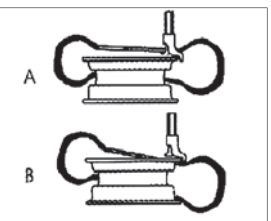
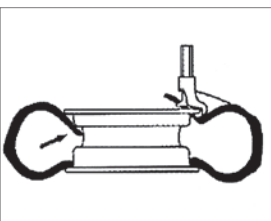
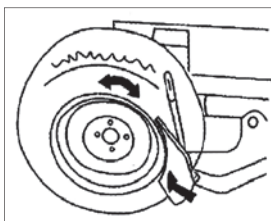

图3 调整胎缘与拆装头位置
图4 使胎缘进入轮槽内
图5 放置分离铲
轮胎时, 重新放好轮胎, 没有调整好胎缘与拆装头的位置, 导致轮胎损坏(图3); ④在对轮胎进行装复过程中, 有些同学压低胎肚的程度不够, 没有使胎缘进入轮槽内(图4); ⑤在进行轮胎与轮辋分离时, 轮胎虽然置于分离铲和橡胶垫之间, 由于分离铲边缘置于胎缘与轮辋之间的间隙过大, 造成分离不彻底, 导致装上传后轮胎在转动过程中发现问题(图5); ⑥拆轮胎前忘记清除轮胎上的平衡块和小石头, 平衡块被高速旋转的轮胎甩飞。